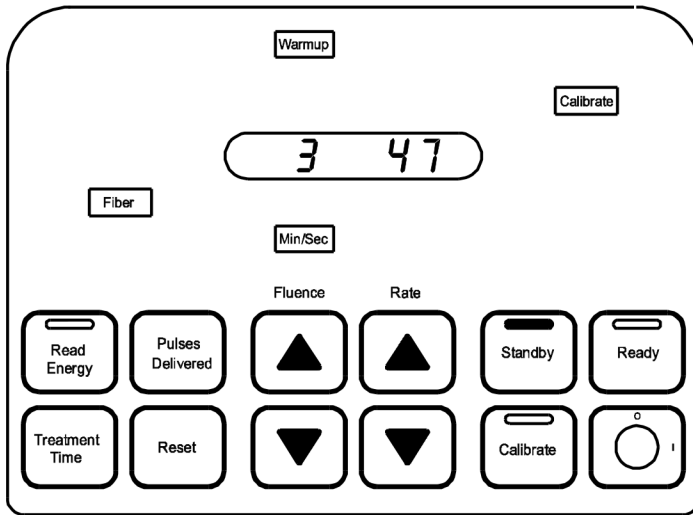

Afbeelding 2
3. Aan het einde van de indicatortest branden **Standby** en **Testing** (afbeelding 2). Na de indicatortest wordt het versienummer van de software weergegeven.